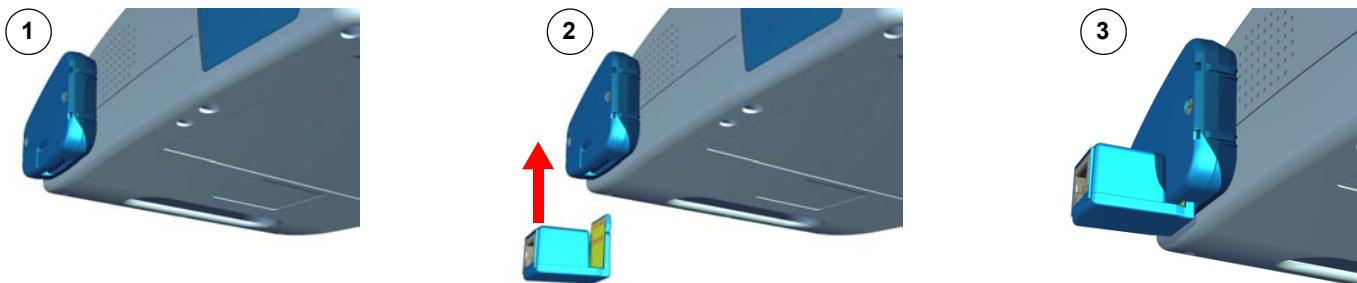

Fig. 5.5 Insertion de l'**adaptateur Ethernet** dans le **boîtier Ethernet**
Insérez l'**adaptateur Ethernet** par le bas dans le **boîtier Ethernet** (voir Fig. 5.5).
- Insérez l'**adaptateur Ethernet** dans le **boîtier Ethernet** du **FRED easy®** (voir Fig. 5.5 page 43).